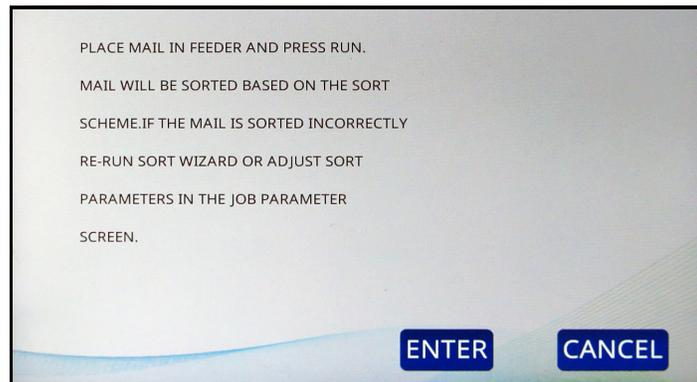

Abbildung 6-26: Informationsbildschirm
10. Sie werden erneut aufgefordert, Ihre Poststücke in den Einzug zu legen (Abbildung 6-26). Diesmal sollte der Durchgang sowohl Ihre Primär- als auch Ihre Sekundärpost umfassen. Die Stichprobe sollte aus mindestens 10–20 verschiedenen Poststücken bestehen. Wenn Sie den Sortierauftrag bezüglich die Höhe konfigurieren, legen Sie die Höhenposition basierend auf Ihrer Primärpost fest. Drücken Sie auf **ENTER (EINGABE)**, um fortzufahren, und auf **RUN (BETRIEB)**, um die Probepost einzuziehen.